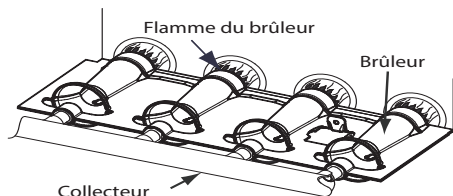

Fig. 62 – Flamme du brûleur
- i. Lorsque vous aurez obtenu l'admission appropriée, remplacez le capuchon qui masque les vis de réglage du régulateur. La flamme du brûleur principal doit être d(consultez la Fig. 62).